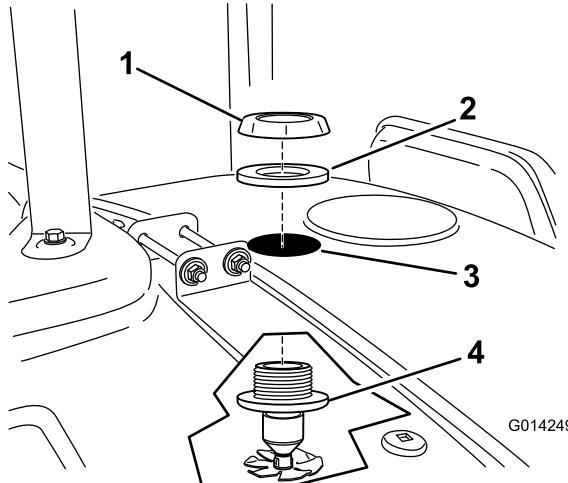

图17
6. 将喷嘴组件向上穿过刚才钻的孔 (图17)。
7. 将垫片和塑料凸缘螺母拧在药缸顶部隔板外露的螺纹上 (图17)。确保密封件正确固定在塑料螺母和药缸表面之间。